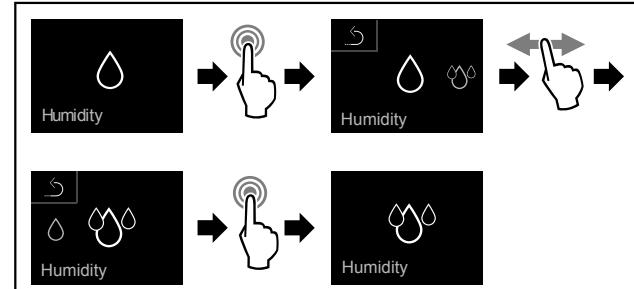

Fig. 69
- Выполните шаги действия (см. Fig. 69) .